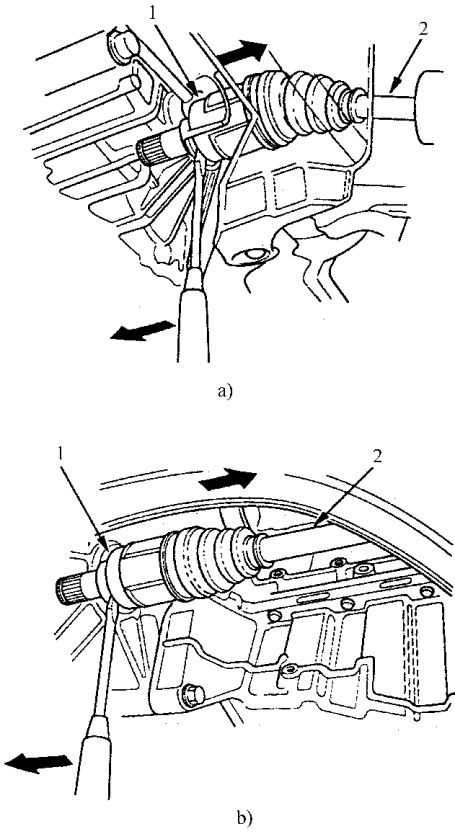

图 6-61 撬出内球笼
11) 如图 6-61 所示, 用撬杆撬出内球笼, 然后, 作为一个总成从差速器或轴承座上, 将半轴拆除。不能用力拉半轴, 因为内球笼可能会破裂。直接将半轴抽出, 以免损坏变速器油封。